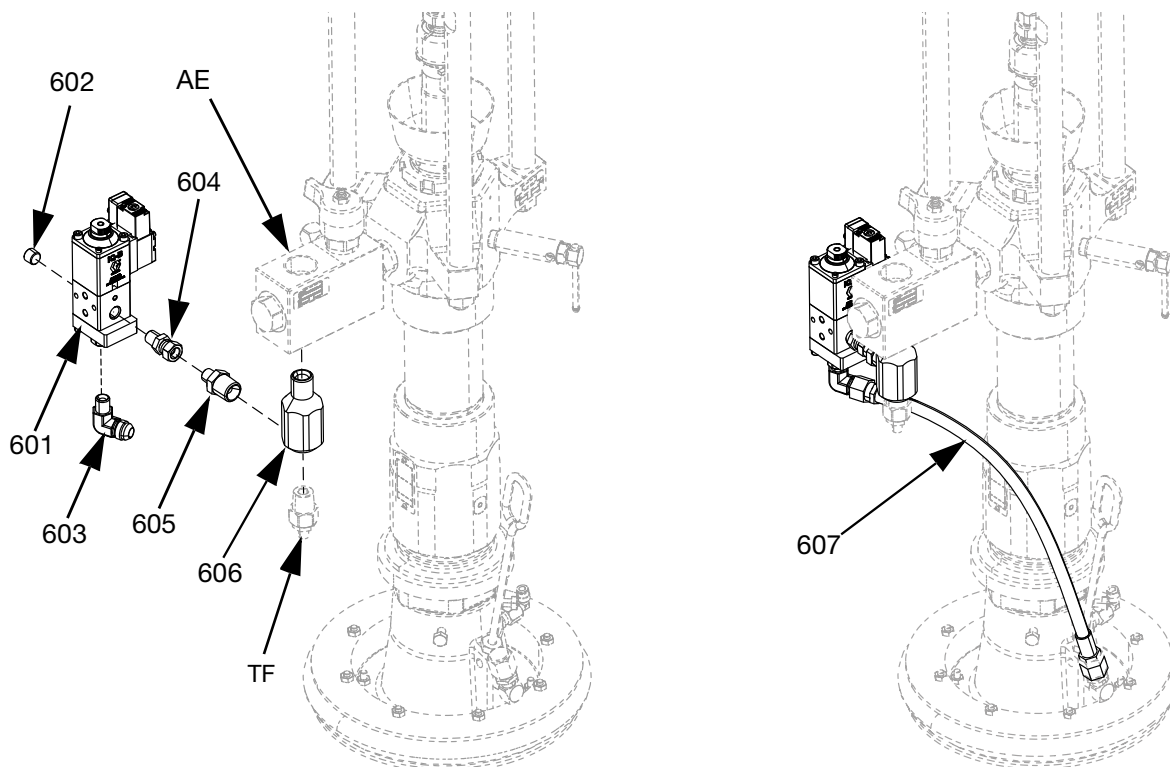
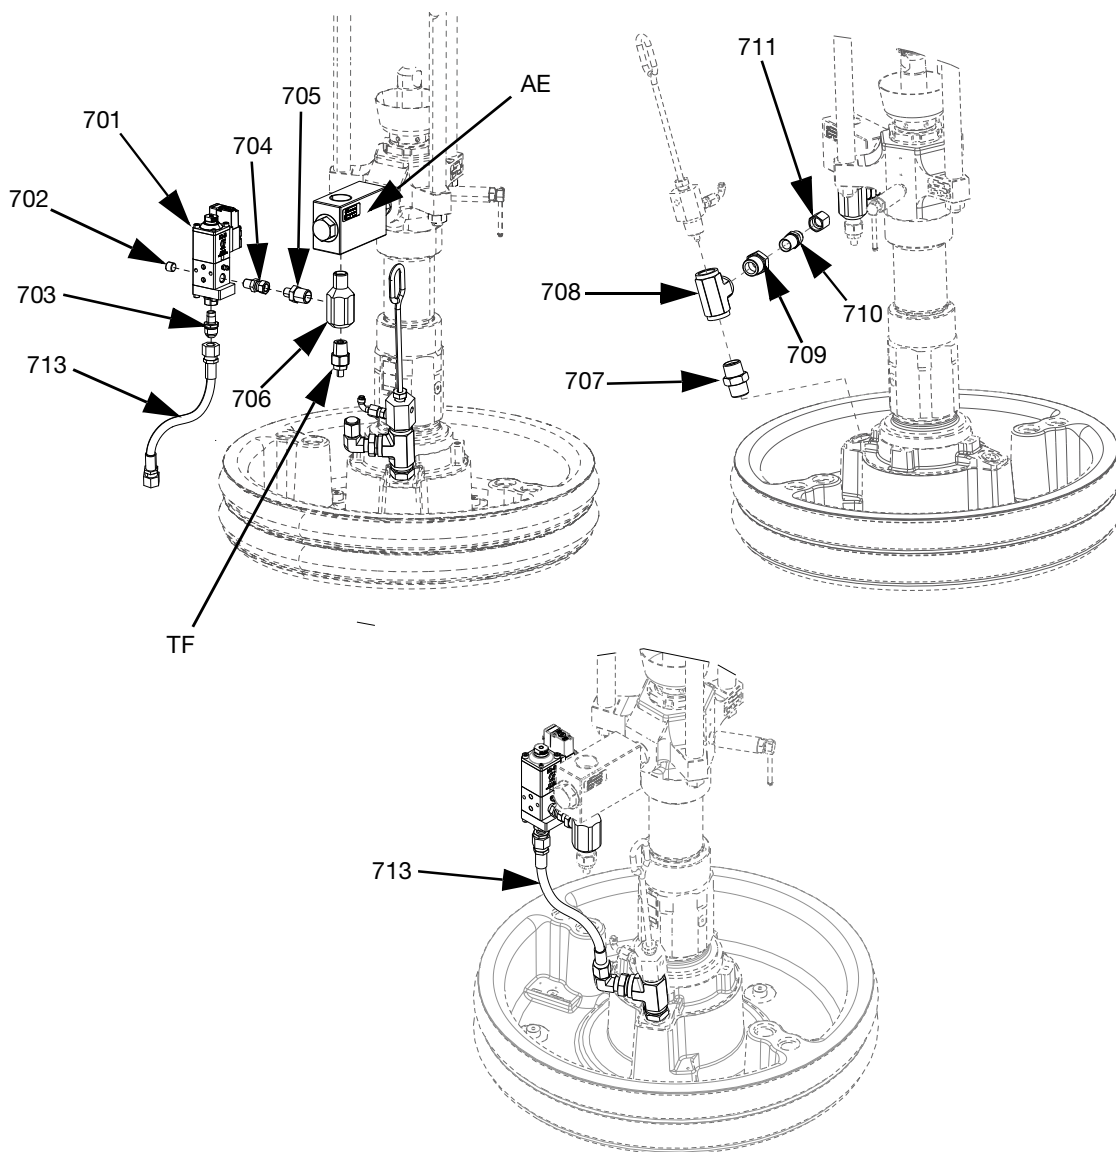

図 69: プラテンバルブキット、25R452
図 73: プラテンバルブキット、25R453
- 電子ドライバー (AB) でポート 5 から圧カトランスデューサーを外してください。
- 圧カトランスデューサーの金具 (TF) とそれが取り付けられている金具を液体チェックバルブ (AE) から取り外してください。
- ネジテープを使用して、1/2 NPT チーズ金具 (606) を液体チェックバルブ (AE) に設置してから、圧カトランスデューサーの金具 (TF) を 1/2 NPT チーズ金具 (606) の下部に再度設置します。
- ネジテープを使用して、1/4 NPT x 1/2 NPT アダプタ (605) を 1/2 NPT チーズ金具 (606) を設置してください。図 69を参照ください。
- スイベル金具 (604) を使用してプラテンバルブ (601) を 1/4 NPT 金具 (606) に設置してから、締めてください。
- 再循環ホース (607) をプラテンバルブ (601) に設置して、締めてください。
- 電子ドライバー (AB) のポート 5 へ圧カトランスデューサーを再度つなげてください。
**注:** 材料がプラテンバルブ (601) に入れられるまでは、再循環ホース (607) をプラテンバルブの金具 (603) に設置しないでください。材料をプラテンとプラテンバルブに入れるための指示については、E-Flo iQ 操作説明書を参照してください。
9. 既存の M12 コネクタを電子ドライバー (AB) のポート 3 から取り外してください。
10. ハーネス (609) を電子ドライバー (AB) のポート 3 につなげてください。
11. ハーネス (609) には、M8 コネクタと M12 コネクタがあります。電子ドライバー (AB) のポート 3 にももとはつながれていた M12 コネクタを、ハーネス (609) の M12 コネクタにつなげてください。M8 4 ピンコネクタをプラテンバルブ (601) のソレノイドにつなげてください。
2. 電子ドライバー (AB) でポート 5 から圧カトランスデューサーを外してください。
3. 圧カトランスデューサーの金具 (TF) とそれが取り付けられている金具を液体チェックバルブ (AE) から取り外してください。
4. ネジテープを使用して、1/2 NPT チーズ金具 (706) を液体チェックバルブ (AE) に設置してから、圧カトランスデューサーの金具 (TF) を 1/2 NPT チーズ金具 (706) の下部に再度設置します。
5. ネジテープを使用して、1/4 NPT x 1/2 NPT アダプタ (705) を 1/2 NPT チーズ金具 (706) を設置してください。図 69を参照ください。
6. スイベル金具 (704) を使用してプラテンバルブ (701) を 1/4 NPT 金具 (706) に設置してから、締めてください。
7. 再循環ホース (713) をプラテンバルブ (701) に設置して、締めてください。
8. 電子ドライバー (AB) のポート 5 へ圧カトランスデューサーを再度つけてください。
9. ブリードスティック (EF) とブリードポート (EG) を取り外して、金具 (707、708、709、710、711) を図 73。
**注:** 材料がプラテンバルブ (701) に入れられるまでは、再循環ホース (713) をプラテンバルブの金具 (703) に設置しないでください。材料をプラテンとプラテンバルブに入れるための指示については、E-Flo iQ 操作説明書を参照してください。
10. 既存の M12 コネクタを電子ドライバー (AB) のポート 3 から取り外してください。
11. ハーネス (714) を電子ドライバー (AB) のポート 3 につなげてください。
12. ハーネス (714) には、M8 コネクタと M12 コネクタがあります。電子ドライバー (AB) のポート 3 にももとはつながれていた M12 コネクタを、ハーネス (714) の M12 コネクタにつなげてください。M8 4 ピンコネクタをプラテンバルブ (701) のソレノイドにつなげてください。